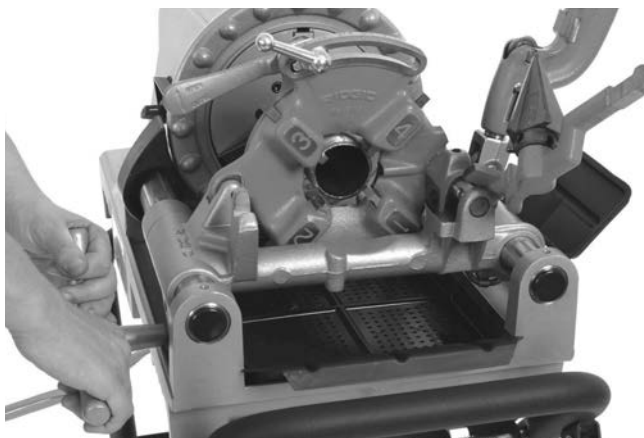

Figura 24 – Tubo de Roscagem (811- Uma Cabeça de Roscar de Abertura Rápida Mostrada)
7. Rode a manivela da guia para deslocar a cabeça de roscar para a extremidade do tubo (Figura 24). Aplique força ligeira à manivela para iniciar a cabeça de roscar no tubo. Assim que a cabeça de roscar começar a roscagem do tubo, não é necessária mais força na manivela da guia.